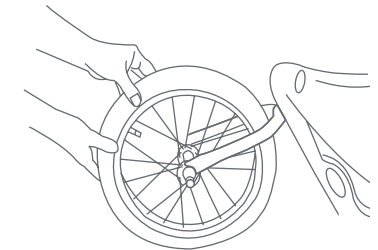

Fig. 2
2) • Slide the front wheel onto the front forks (Fig. 2).
• Deslice la rueda delantera dentro de las horquillas delanteras (Fig. 2).
• Faites glisser la roue avant sur les fourches avant (Fig. 2).